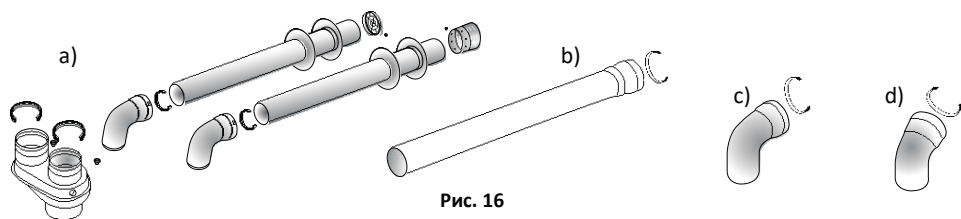

Рис. 16
Имеющиеся соединительные детали для подключения двойного дымохода (Рис. 16)
1. Комплект двойного герметичного дымохода $\varnothing 80 \times 80$ мм (Рис. 16а)
3. Колено $90^\circ \varnothing 80 \times 80$ мм (Рис. 16с)